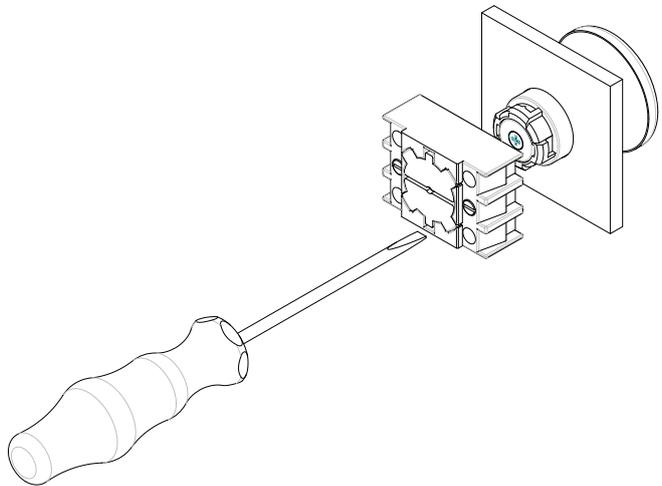

图13
2. 通过松开安装法兰上的两个螺钉来进行安装法兰的拆卸。然后将安装法兰逆时针方向转动约 45° 并移除（见图13）。